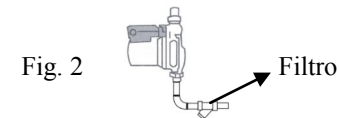

Fig. 2
- Es obligatoria la instalación de un filtro en la entrada del equipo pues perderá la garantía en caso de daños causados por impurezas en el agua. (Fig. 2)